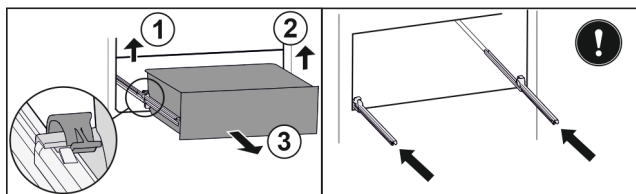

Fig. 93
- ▶ Podnieść lewy zacisk i wysunąć jednocześnie szufladę po lewej do przodu. Fig. 93 (1)
- ▶ Podnieść prawy zacisk i wysunąć jednocześnie szufladę po prawej do przodu. Fig. 93 (2)
- ▶ Wyjąć szufladę do przodu. Fig. 93 (3)